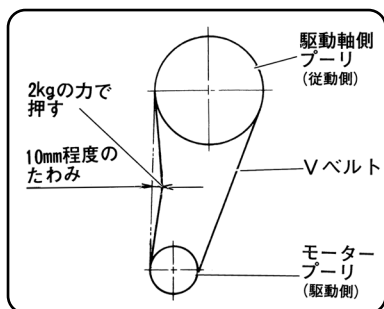

図 35
- (1) 本体後側のカバーを取りはずします。
- (2) Vベルトの中央を2kgの力で押し、Vベルトのたわみが適正であるか確認してください。(図35)
- (3) もし、Vベルトの張り方が適正でない場合は、12mmナットをゆるめ、12mmボルトを調整してください。調整後は12mmナットで固定してください。